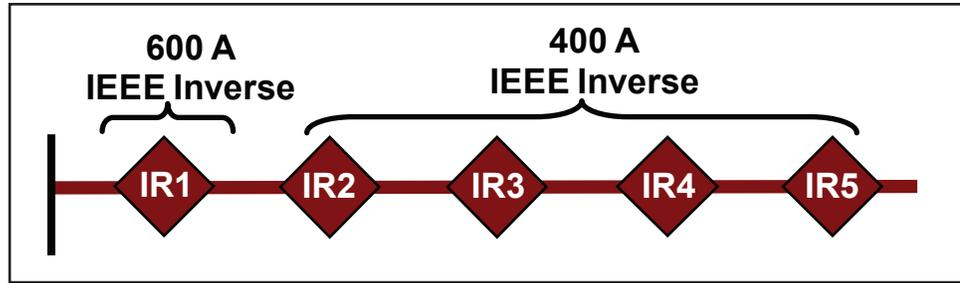

Figura 23. Falta permanente CEC; todos os interruptores de falha IntelliRupter estão fechados e em coordenação.
- Todos os interruptores de falha IntelliRupter estão fechados e em coordenação na medida do possível. Ver Figura 23 na página 44.